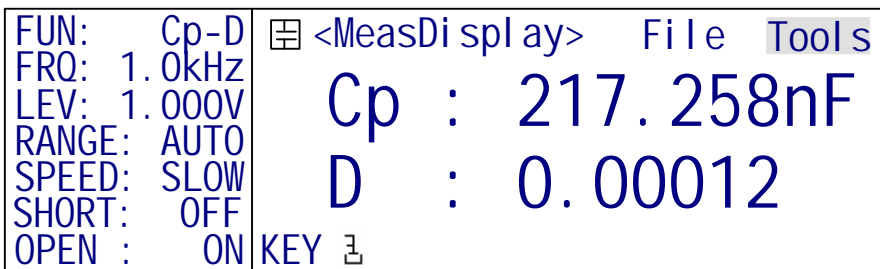

图 4-8 键盘锁定后的软键显示
- **KEY** 键盘锁功能软键。按下软键，键盘将被锁定，页面上同时显示键盘被锁定的信息“KeyLocked!”，页面显示如图 4-8。